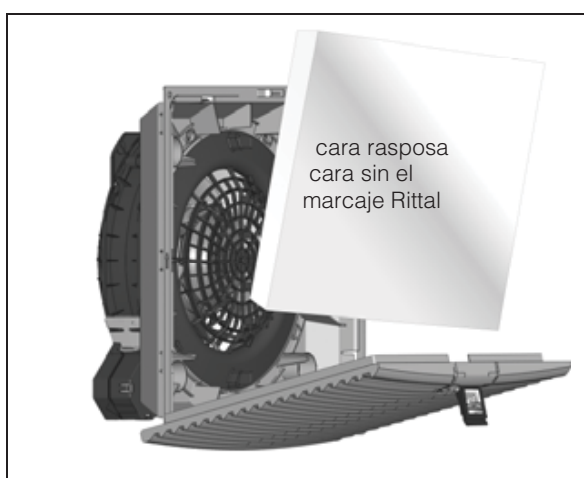

Imagen 7: Montar la estera filtrante estándar
- Compruebe también ahora que la cara rasposa (sin el marcaje Rittal) se encuentre en dirección a la rejilla (ver imagen 7)